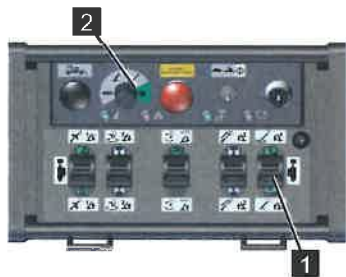

Abb. 111
- Den Funktionswahlschalter auf [Sonderfunktionen] (grün) (Abb.111/2) stellen.
- Den Steuerhebel (Abb.111/1) nach vorne drücken und solange halten, bis das Profilpaket angehoben wird und die Bewegung selbstständig stoppt.